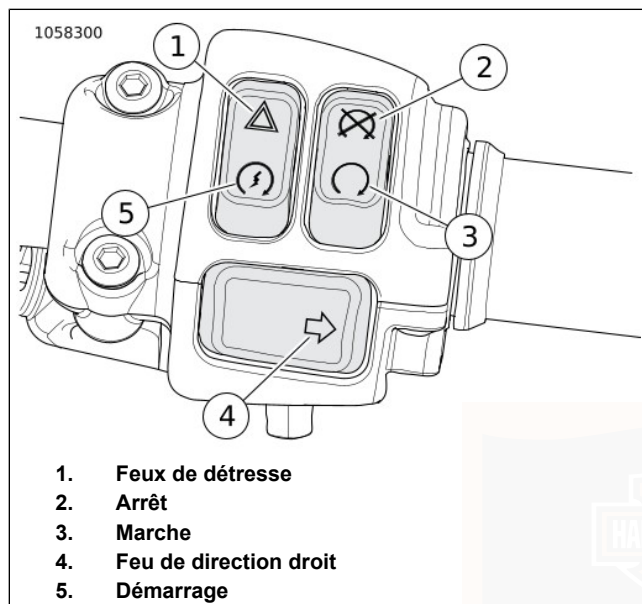

Figure 27. Commutateurs de commande sur la droite du guidon
2. Voir Figure 27. Mettre le commutateur MARCHE/ARRÊT en position MARCHE (3).